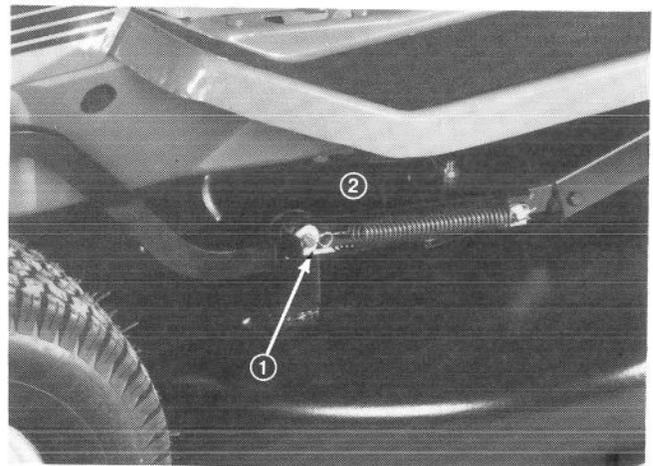

Fig. 24
5. Tirer les brides des ressorts de l'unité vers l'avant tout en poussant l'unité en arrière et insérer les goupilles dans les trous des brides. Placer une rondelle plate et une goupille pour fixer l'assemblage (Fig. 24).